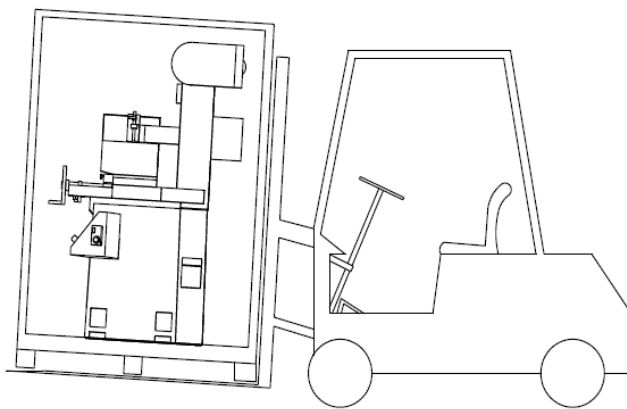

Рис.4.2.1
- (1) Вес брутто станка в упаковке составляет 970 кг
- (2) Грузоподъемность погрузчика должна превышать вес перемещаемого груза.
- (3) Способ транспортировки показан на Рис.4.2.1, длина вилок погрузчика должна быть достаточной, чтобы они проходили по всей длине станка.
- (4) Не поднимайте упаковку выше чем на 120 мм.
- (5) Оператор погрузчика должен иметь соответствующую квалификацию и допуск к работам.